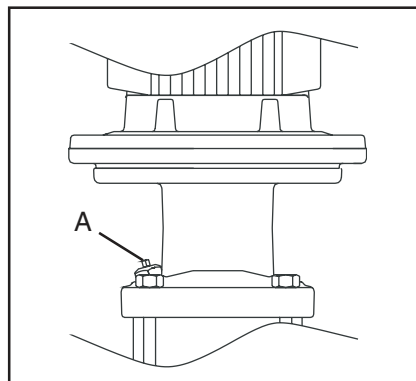

Fig. 16
3. Dévisser le bouchon d'amorçage (A, fig. 16) de 1-2 tours, jusqu'à ce que de l'eau et de l'air puissent sortir.